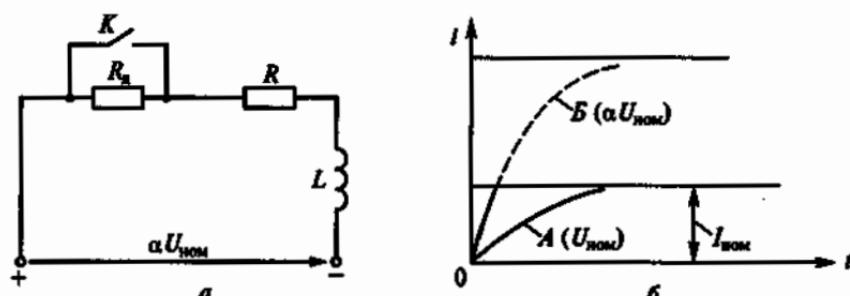

Рис. 155
4.24. Катушка возбуждения машины постоянного тока большой мощности имеет значительную индуктивность (несколько генри). Если такую катушку включить на номинальное напряжение, время нарастания тока до номинального значения будет большим. Для уменьшения времени нарастания тока прибегают к форсировке процесса (рис. 155, а), т. е. на время нарастания тока замыкают ключ K и на катушку R , L подают напряжение $\alpha U_{\text{ном}}$, которое в несколько раз больше номинального. После того, как ток достигнет номинального значения, ключ K размыкают, в цепь вводится добавочное сопротивление R_d , и напряжение на катушке снижается до номинального.
На рис. 155, б приведены графики изменения тока при включении катушки на номинальное (кривая А) и повышенное (кривая Б) напряжения.